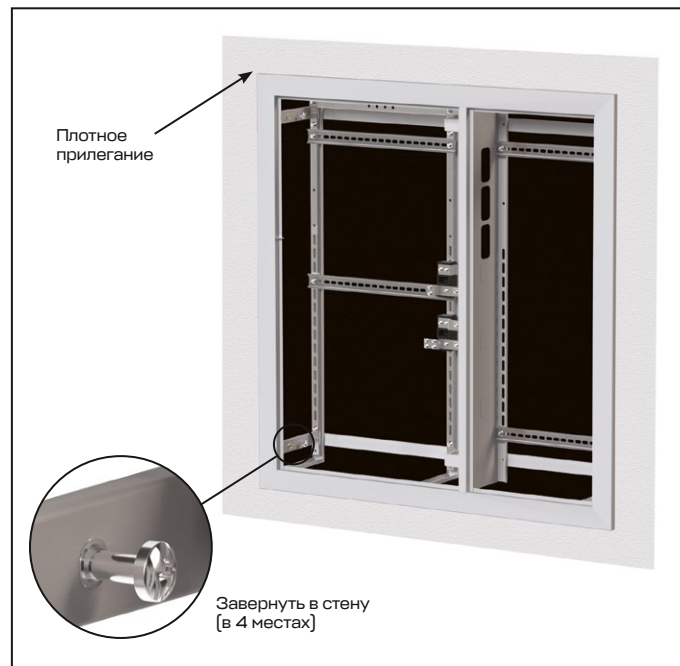

Рис. 7
2.2. Болты, установленные в корпусе щита, закрутите в стену, при этом нажимая на фасадную часть, чтобы избежать отжимания загипсованных щита от стены (рис. 7).